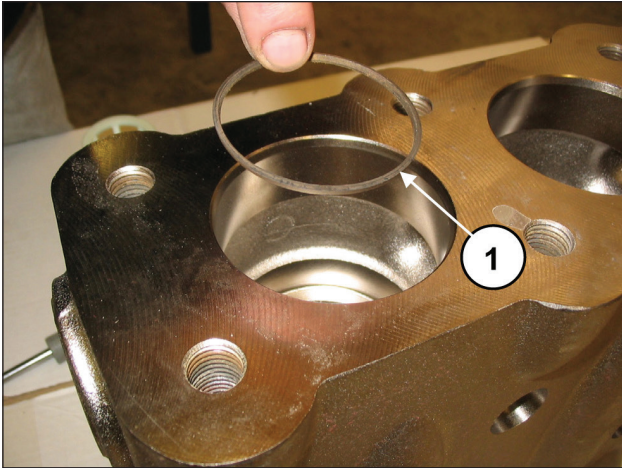

Fig. 102
Placer la bague anti-extrusion, rep. vue éclatée n° 4 (rep. ①, Fig. 102).